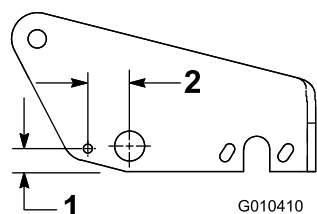
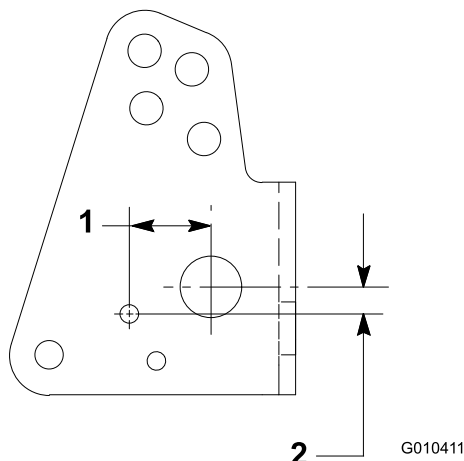

図 9
図 10
A. 図 9 の寸法は **グリーンズマスター 3100** 用、図 10 は **グリーンズマスター 3050** 用の寸法である。これらに従ってフレームにマーキングする。